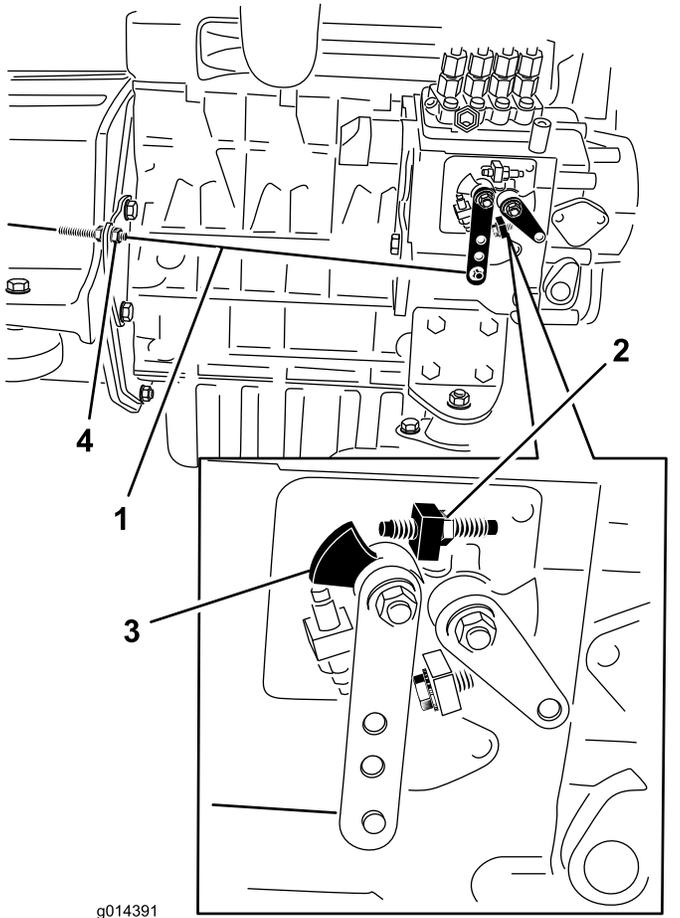

Bild 37
2. Prüfen Sie die Stellung des Fahrgeschwindigkeitshebels auf der Einspritzpumpe. Der Fahrgeschwindigkeitshebel sollte die Vollgasschraube berühren, wenn der Gasbedienungshebel in der SCHNELL-Stellung (Detent) ist (Bild 37).
3. Bei Bedarf können Sie die Stellung der Klemmuttern am Bowdenzug einstellen, bis der Fahrgeschwindigkeitshebel die Vollgasschraube berührt, wenn der Gasbedienungshebel in der SCHNELL-Stellung (Detent) ist (Bild 37).